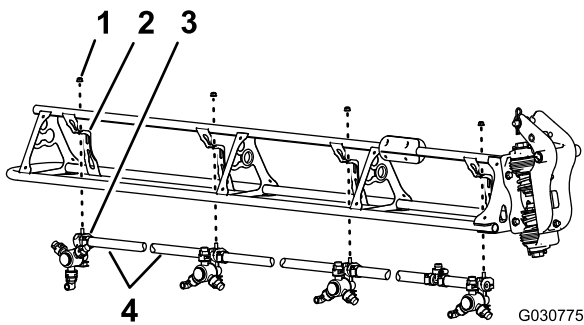

Рисунок 132
- Перережьте шланг между двумя распылительными соплами (Рисунок 132).
- Отверните фланцевую контргайку (5/16 дюйма), которая крепит распылительное сопло к опоре сопла (Рисунок 132).